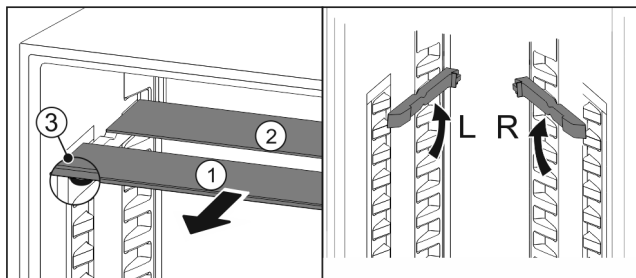

Fig. 94
- ▶ Wyci4gn4c Fig. 94 (1) pojedynczo p6tki szklane do przodu.
- ▶ Płyta szklana Fig. 94 (1) z listw4 ozdobn4 znajduje się z przodu.
- ▶ Stopery Fig. 94 (3) wskazuj4 w d6ł.